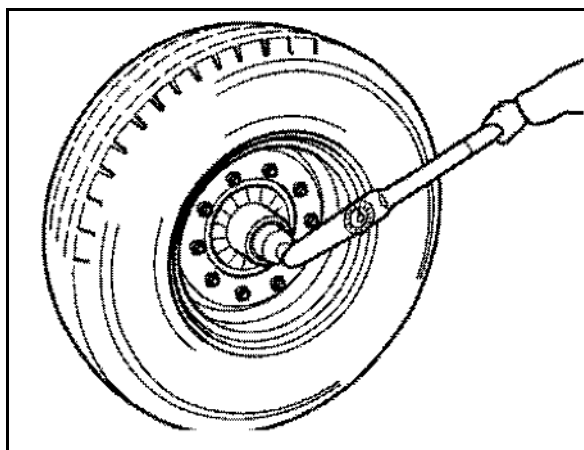

Рис. 106
1. Выверните болты и снимите оба защитных кожуха (Рис. 106/1) с внутренней стороны тормозного барабана.
Грязь может скапливаться на тормозных накладках (Рис. 106/2) и значительно снижать эффективность торможения.